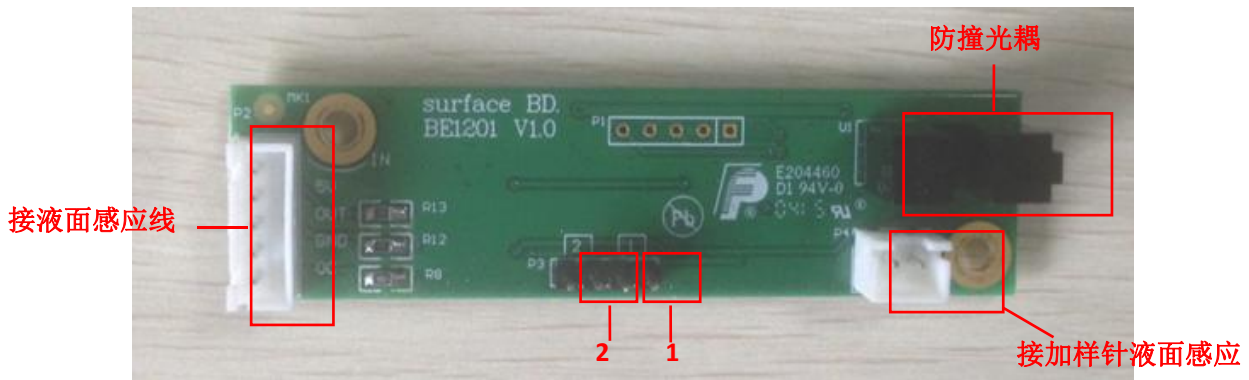

图 8-17 液面感应板
4. 图 8-17 中“1、2”为跳线帽接头标号，用于烧录液面感应板程序及选择液面感应灵敏度，作用如表 8-5